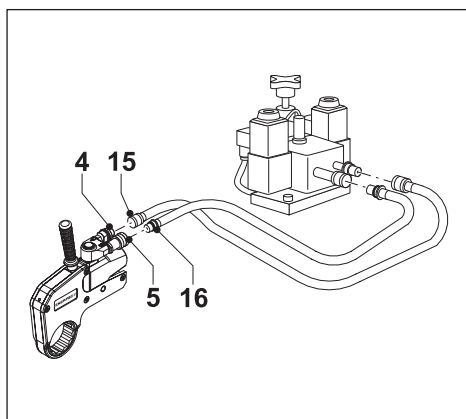

Fig. 6
3.4 Anslutning av slangarna (Fig. 6)